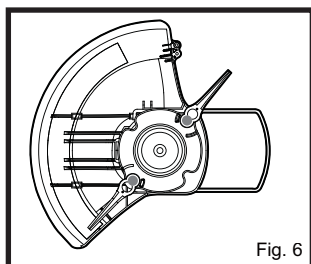

Fig. 6
1. Alignez l'œillet le plus large de la lame TrimFast avec le point de pivotement en acier et tirez fermement jusqu'à voir la lame bien enclenchée en place. (Fig. 6, 7)